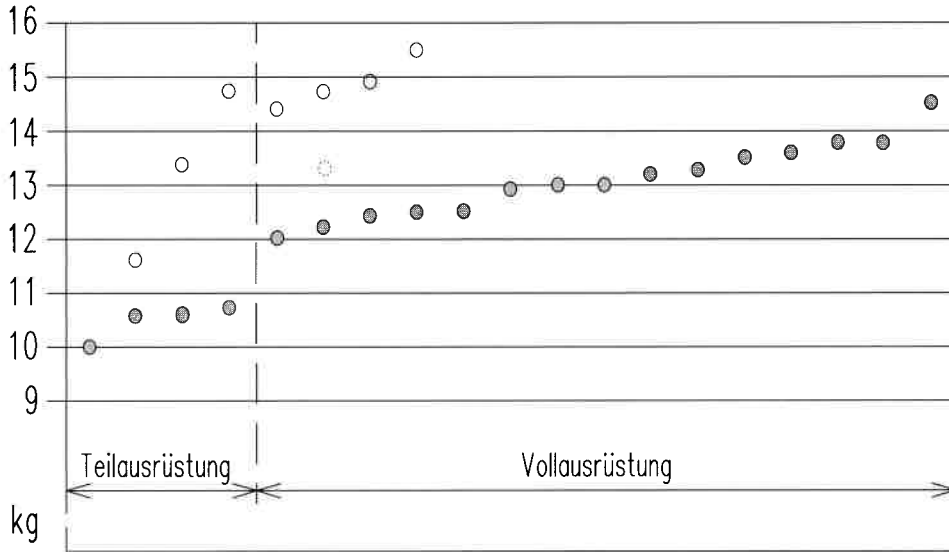

Abb. 13: Masse von 20"- und 24"-Kinderrädern
den (Abb. 13). 1 kg bei Kinderrädern bedeutet das gleiche wie 3 oder 4 kg bei Erwachsenen! Eine Auslegung des Kinderbikes mit hohem Verhältnis  $h_s/d$  ist also hier zu überlegen. Das Vorbild MTB erweist sich in dieser Hinsicht als Anlaß zu Fehlentwicklungen: Der Sattel steht bei Kinder-MTBs nicht weit über dem Oberrohr, sondern sitzt meist in Höhe der Radhöhe. Das Verhältnis  $h_s/d$  ist zu niedrig.
Eine gute Idee sind Stecksysteme für Gepäckträger ( Abb. 13 ).
- (1) "Groß im Geschäft mit kleinen Rädern", Interview mit Rolf Kuchenbecker, "Zweiradmagazin" 5/1996. Die Gebrüder Kuchenbecker (Puky) vertreten relativ kleine Räder für ihre Kinderfahräder. Sie begründen es anatomisch: die Schwerpunktlage bei Kindern ist überproportional hoch. Zwar hat der Spezialist "Puky" mit 80 bis 100 Tausend Kinderrädern keine überragende Bedeutung auf dem Markt, aber er leistet sich eine eigene Konstruktionsphilosophie, auch auf die Gefahr hin, nicht immer verstanden zu werden. Siehe: [www.puky.de/](http://www.puky.de/)
- (2) Gute Falträder haben trotz kleiner Räder auch einen üblichen Radstand. Beispiel: der Extremfalter "Brompton".
- (3) H. Oeljen "Haben Sie nicht etwas Billiges?", "abfahren" 4/94 - Kundenzeitschrift des VSF. Henning Oeljen stellte die Kriterien zusammen, die zum Projekt "Crusader" geführt haben. Zielsetzung war eine Ausrüstung wie beim Erwachsenenfahrrad und ein Gewicht von "höchstens 10 kg" für ein 20"-Kinderrad. Ein Jahr später wird der 24"-Prototyp mit 12,5 kg vorgestellt. Und im Mai 96 stellt Volker Briese ein Gewicht von "fast 14 kg" fest. (ohne Schutzblech, Ständer, aber mit integrierten Schloß).
- (4) A. Mollard "Der Radfahrunfall", Diss. Marburg 1988. Der Höhepunkt von Radfahrunfällen liegt im Alter von 7 Jahren. Ungenügende Beleuchtung ist bei Kindern Ursache für 0,6% aller Unfälle.
- (5) C. Smolik, S. Etzel „Das große Fahrradlexikon“
- (6) Beim 18"- "R-Evolution" / Enik wurde das Einsatzgebiet des Spielrads bis auf 9 Jahre angehoben. Vorteil: das niedrige Gewicht von 10,7 kg. Wenn das Rad tatsächlich so lange gefahren wird, dürften dank extremer Schwerpunktverschiebung abenteuerliche sportliche Eigenschaften zu erwarten sein (Genesis-Geometrie ?).
- (7) Das vollgefederte "FlexX" / Giant liegt mit 14 kg noch im Bereich des normalen der 1000 DM-Preisklasse. Das 24" vollgefederte AMP-Modell für Frauen und ältere Kinder soll 10,5 kg wiegen und kostet mehr als das doppelte. Beigetragen zum Gewicht des "FlexX" hat offensichtlich auch die seltsame Sitzverstellung, die zwischen "R-Evolution" und "Multisize" einzuordnen ist.
- (8) Beim Experimentalrad "Crusader" / VSF, Puky und bei den "Spycy"-Modellen (20", 22", 24" - Villiger) konnte/kann der Vorbau für den Multifunktionlenker gegen eine längere Ausführung ausgewechselt werden. Umfangreich auch der Aufwand für das "Scout" (24"- Villiger-Diamant): Multi-Lenker plus verstellbarer Vorbau. Die genannten 3 Hersteller nehmen in der Werbung die Bezeichnung "mitwachsend" für ihr Produkt nicht in Anspruch.
- (9) Beim "Scout" / Winora konnten Schutzbleche und Gepäckträger dank Steckverschlüssen abgenommen werden. Damit sank das Gewicht um 1,4 Kg (Abb. 13). Das 24"-Fahrrad ist mit ts = 150 mm nicht überdehnt.